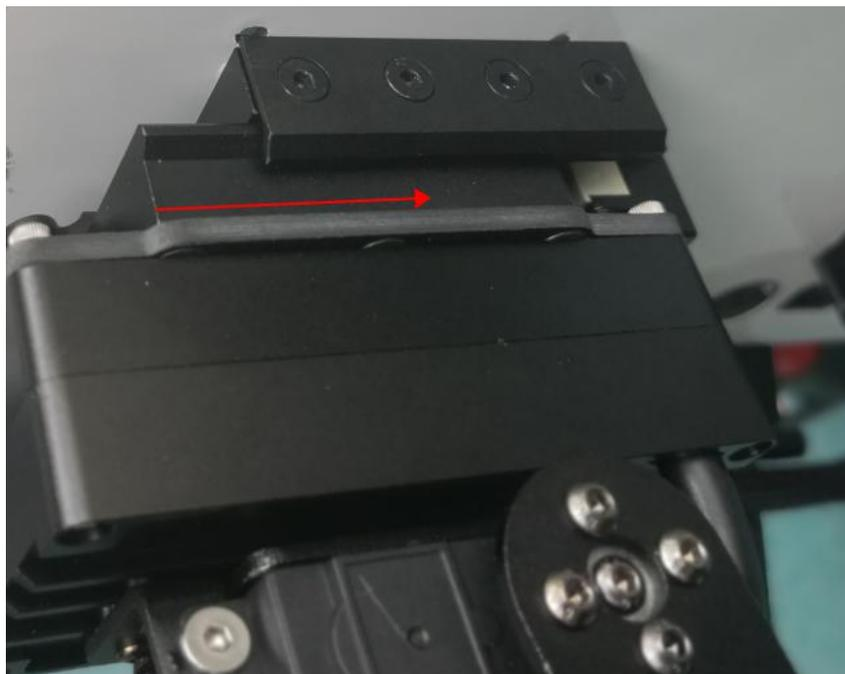
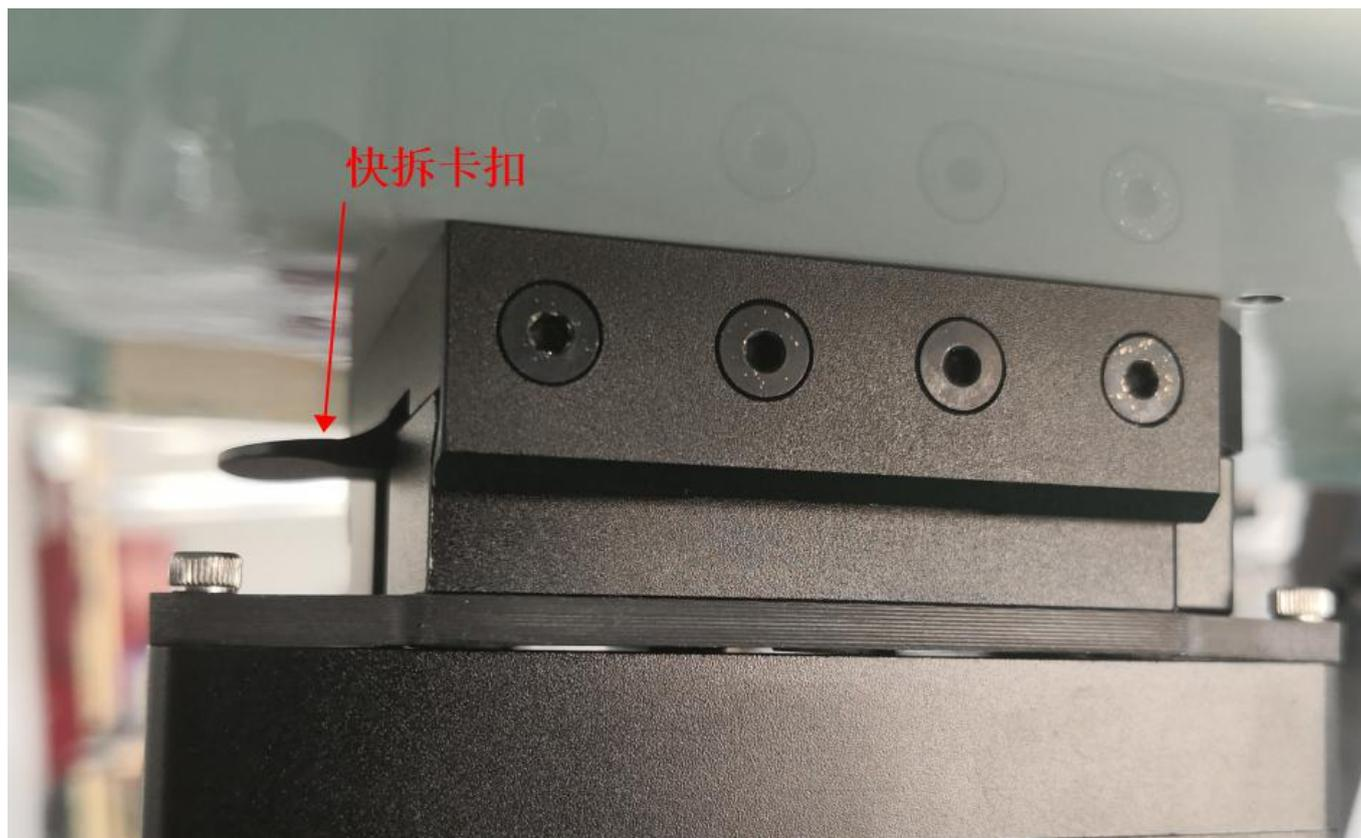

图 1 安装状态图
图 2 安装完成图
(4) 如图 1 所示，先将快拆的固定端顶入飞机快拆底座上，然后按箭头方向向上推听到咔哒一声即已固定。安装好后效果图如图 2 所示。